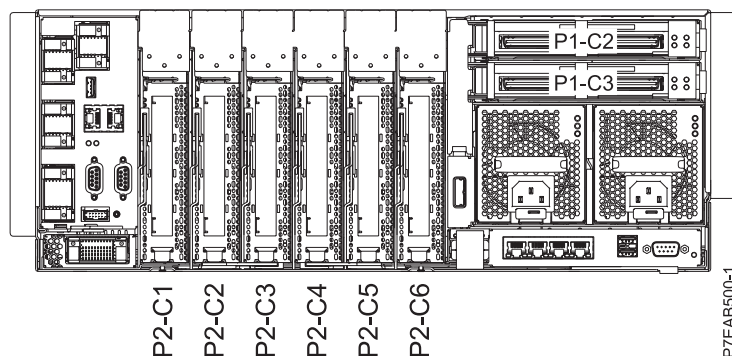

Figura 1. Vista posterior del sistema amb els codis d'ubicació
- Els adaptadors GX s'instal·len a la ranura GX++ P1-C2 o P1-C3, que es troba a la placa posterior del sistema. Consulteu Figura 1 a la pàgina 5 si voleu obtenir la ubicació de les ranures d'adaptadors GX al sistema.
- El codi de característica (FC) 1808 (adaptador IB de port dual GX++ 12X DDR) és compatible amb el sistema 8412-EAD, 9117-MMB, 9117-MMC, 9117-MMD, 9179-MHB, 9179-MHC o 9179-MHD. L'adaptador FC 1808 GX permet la connexió dels calaixos d'expansió 5790, 5802 o 5877. Cadascun dels adaptadors GX instal·lats admet quatre calaixos d'expansió 5790 o dos calaixos d'expansió 5802 or 5877. Els calaixos d'expansió 5790 es connecten mitjançant els cables de entrada/sortida